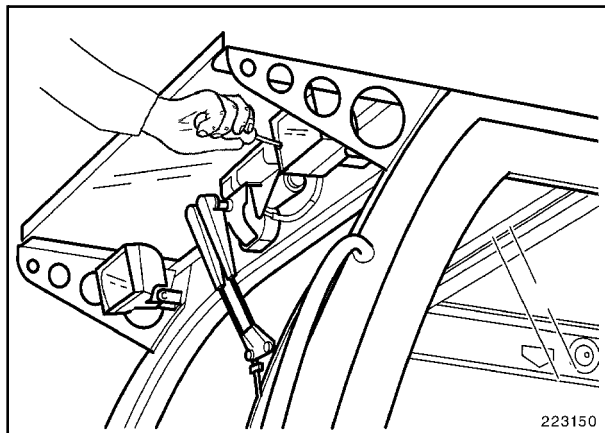

Fig. 4
- Desmontar el faro en el techo de la cabina del conductor (Fig. 4).